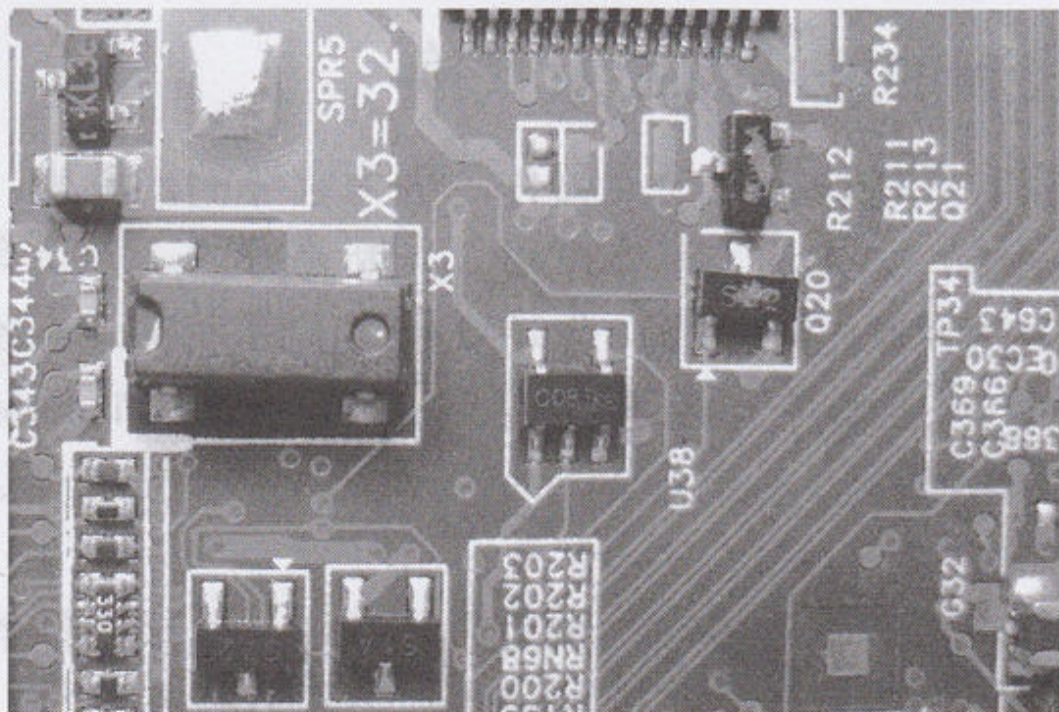

图 2-22
(2) 南桥晶振。该晶振与南桥相连，频率为 32.768KHz，该晶振损坏后，会出现时间不准，严重损坏后，也可以导致不开机。该晶振两脚的电压一般在 0.5V 左右，该晶振如图 2-22 所示。该晶振虽然有 4 条腿，但是有两个是起固定作用的，并没有连接电路。